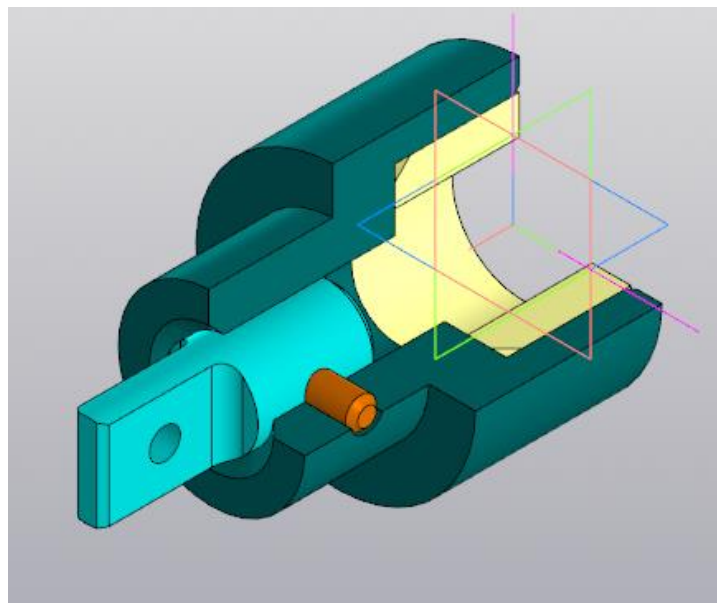

Рисунок 169.
4. В результате штифт и вал останутся нерасеченными плоскостью (рисунок 169).
5. Теперь наглядно видны все составляющие сборки (рисунок 169).